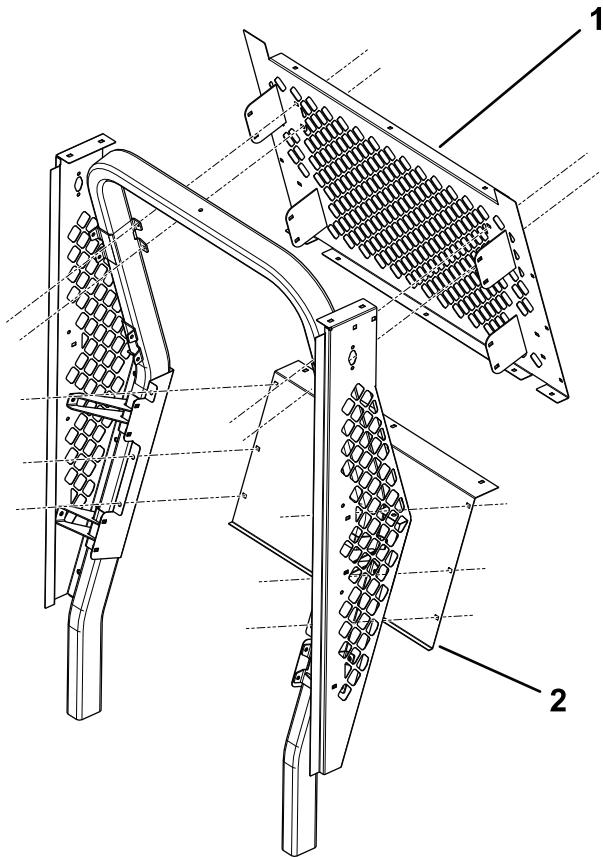

Рисунок 2
3. Используйте винты с полукруглыми головками (5/16 x ¾ дюйма) и фланцевые гайки (5/16 дюйма), чтобы установить нижнюю заднюю панель (Рисунок 2).
4. Используйте винты с полукруглыми головками (5/16 x ¾ дюйма) и фланцевые гайки (5/16 дюйма), чтобы установить верхнюю заднюю решетку (Рисунок 2).